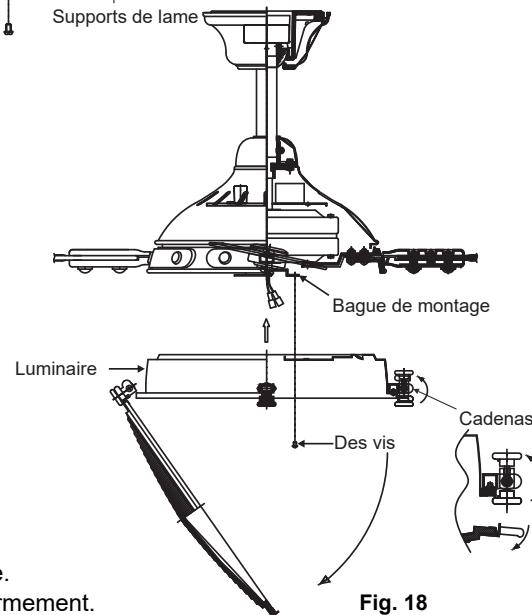

Fig. 18
**Étape 1.** Desserrez les deux vis sur la bague de montage fixée à l'arbre du moteur et "retirez" et conservez la troisième vis. (**Fig. 18**)